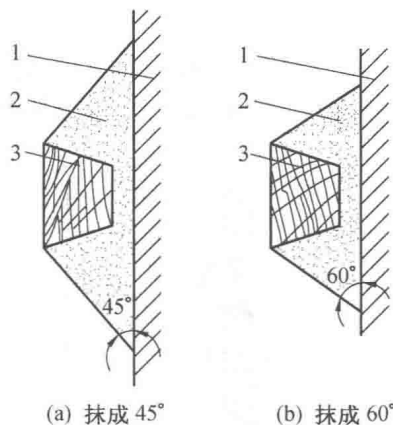

图 1.15 利用分格条抹水泥
②利用分格条抹水泥。在室外抹水泥砂浆,因为墙面的面积较大,所以为避免水泥砂浆收缩以后产生裂缝,通常要分格。其具体做法是:在底子灰抹完以后根据尺寸用粉线包弹出分格线。采用不易变形的木材制成规格一致的楔形木条——分格条。分格条使用之前要放在水中泡透,这样做既可以防止分格条变形,便于粘贴,又能很容易地将分格条取出来,而且能保证分格条两侧的灰口整齐。在粘分格条的时候根据分格尺寸将分格条断好。在分格条的小面用钢皮抹子抹上水泥浆,如果是水平线一般粘在线的下口,如果是垂直线则粘在线的左侧,这样比较容易观看,方便操作。要在分格条两侧抹上水泥浆呈八字形。当天抹罩面灰的可以抹成 45° 角,如图 1.15(a)所示。当时不罩面的“隔夜条”应该抹得陡一些,如图 1.15(b)所示。